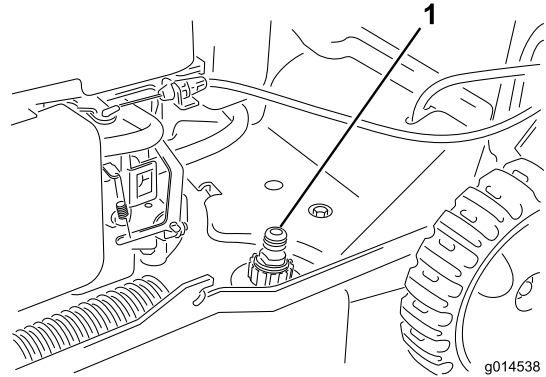

Bild 22
3. Befestigen Sie einen Gartenschlauch, der an einen Wasserhahn angeschlossen ist, am Wasseranschluss (Bild 22).